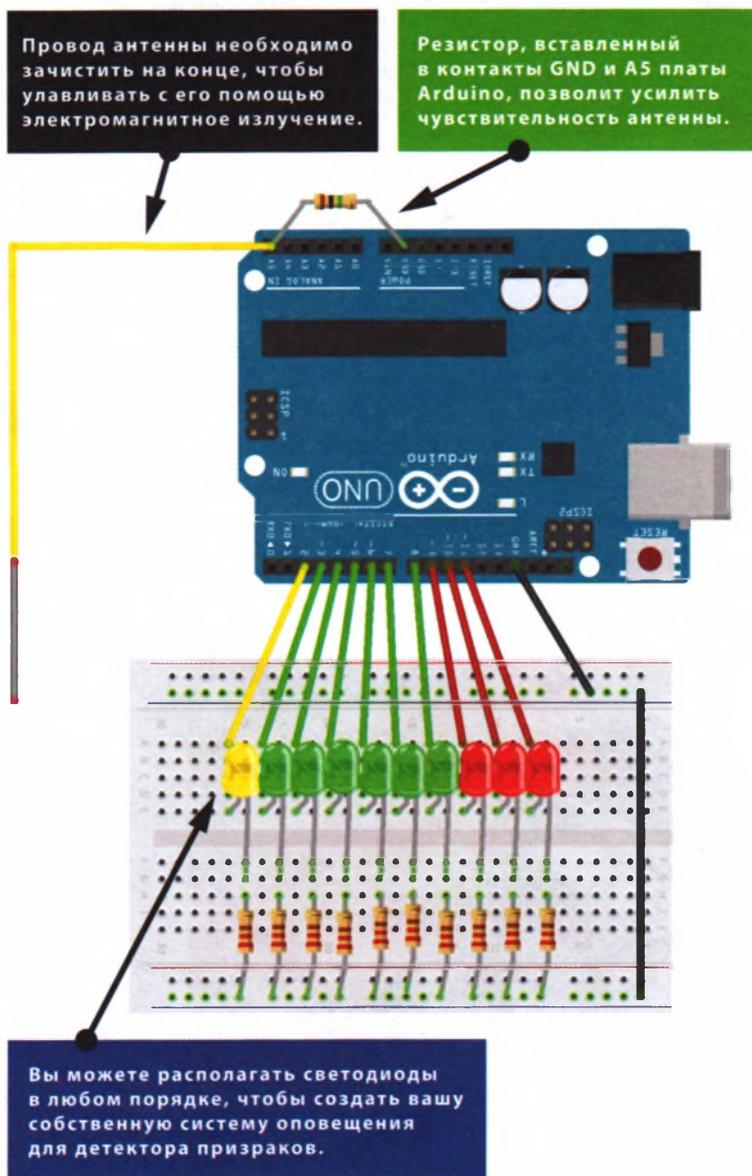

РИСУНОК 6.4
5. Убедитесь, что ваша цепь соответствует схеме на рис. 6.4, а затем загрузите в память Arduino код скетча, приведенный в разделе «Скетч» далее в этом проекте.